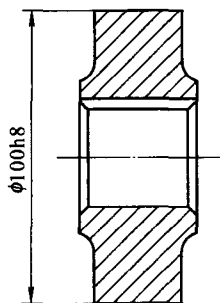

图 1-4.1
- 4-1 试将下列各项形位公差要求标注在图1-4.1所示的齿轮坯图上。
- ① $\phi 40H7$ 孔采用包容要求;
- ② $\phi 100h8$ 圆柱面对 $\phi 40H7$ 基准孔轴线的径向圆跳动公差为 0.018mm ;
- ③ 左、右凸台端面分别对 $\phi 40H7$ 基准孔轴线的端面圆跳动公差均为 0.012mm ;
- ④ 轮毂 12mm 键槽中心平面对 $\phi 40H7$ 基准孔轴线的对称度公差为 0.02mm 。